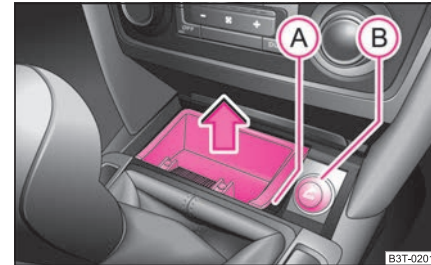
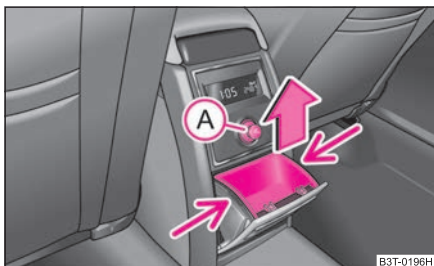

Abb. 88 Mittelkonsole: Aschenbecher vorn
Abb. 89 Mittelkonsole:
- Fassen Sie den Einsatz des Aschenbechers an der Stelle **A** an ⇒ Abb. 88 und nehmen Sie ihn in Pfeilrichtung heraus.
- Fassen Sie den Einsatz an den mit Pfeilen gekennzeichneten Stellen ⇒ Abb. 89 an und nehmen Sie ihn heraus.
- Drücken Sie den Anzünderknopf (A) ⇒ Abb. 89 oder (B) ⇒ Seite 87, Abb. 88.